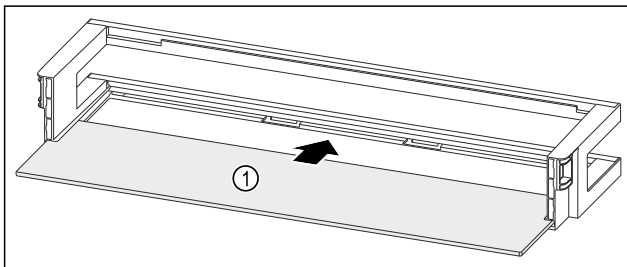

Fig. 123 Türabsteller mit Abstellfläche
- ▶ Abstellfläche Fig. 123 (1) in die seitlichen Einsparungen einschieben.